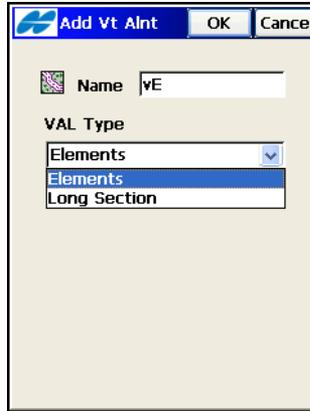

Abbildung 7-14. Neue Gradiente
1. Tippen Sie zum Hinzufügen einer neuen Gradiente auf **Neu**. Das Fenster *Gradiente neu* erscheint (Abbildung 7-14 auf Seite 7-15).
2. Geben Sie den Namen der neuen Gradiente im Fenster *Gradiente neu* ein (Abbildung 7-14 auf Seite 7-15).
1. Für Gradienten vom Typ „Längsschnitt“ geben Sie auf dem Register *Startpkt* des Fensters *Gradiente neu* nur den Gradientennamen ein (Abbildung 7-14 auf Seite 7-15).